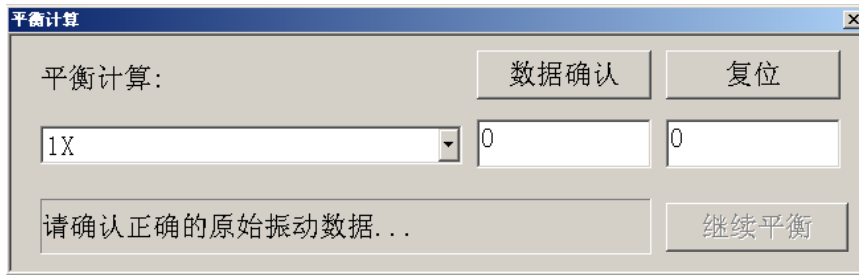

图 4.56 动平衡计算通道选择界面
点击菜单命令“动平衡计算”或工具条按钮，可进入在线动平衡计算工具界面，如图 4.56 所示：
1. 选择平衡计算测点：如图 4.56 所示，在线采集监视状态下，通道的 1 倍频幅值和相位将同步刷新，保持最新数据；